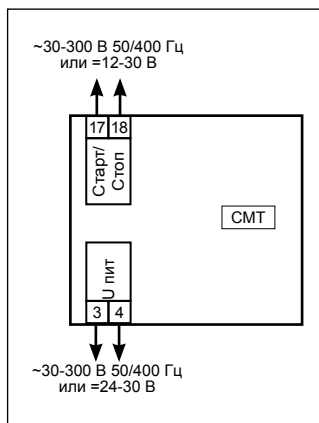
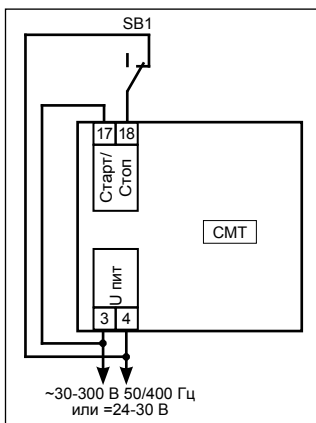

Рисунок 3. Счётчик моточасов - таймер СМТ УИ. Подключение питания и сигнала «Старт/Стоп».
Рисунок 4. Счётчик моточасов -таймер СМТ УИ. Подключение переключателя «Старт/Стоп».
6.4 Только для версии СМТ УИ: отсчёт времени начинается или возобновляется при подаче постоянного напряжения 12-30 В или переменного напряжения 30-300 В (50/400 Гц) на вход «Старт/Стоп» (Рисунок 3). Полярность подключения постоянного напряжения не имеет значения. Для ручного управления счётчиком можно подключить переключатель или тумблер (Рисунок 4). При отключении напряжения на входе «Старт/Стоп» отсчёт времени приостанавливается.